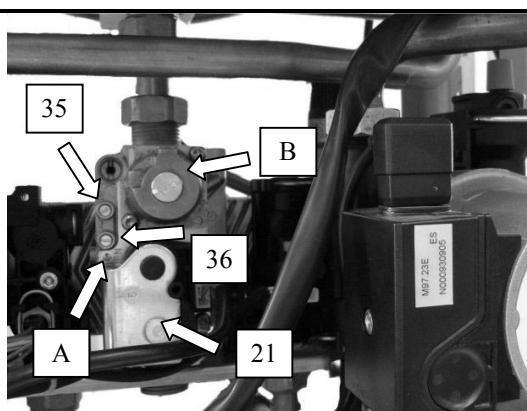

Fig. 6.7
- 2 Open the gas valve inlet pressure test point (36 in Fig. 6.7) at the valve input, connect a suitable pressure gauge, check the gas pressure of the supply network and compare the value on the gauge with the value indicated in the sections 4.4(gas supply pressures).
- 2 Откройте клапан для проверки давления газа (36 на рис. 6.7), подключите соответствующий измерительный прибор, измерьте давление газа в сети и сравните его показания со значением, указанным в разделе 4.4(давление газа в сети).
- 4 Loosen the internal screw 35(Fig. 6.7) on the Outlet Pressure Test Point of the Gas Valve and connect a pressure gauge using a suitable hose.
- 4 Ослабьте внутренние болты 35 (рис.6.7) на выходной контрольной точке газового клапана и подсоедините датчик давления, используя подходящий шланг.
- 11 Compare the value on the gauge with the values on the following table (Tab. 6.1). To adjust the minimum pressure rotate the minimum adjustment A (Fig. 6.7)
- 11 Сравнить показания манометра со значениями в таблице (Таблица 6.1). Для регулировки минимального значения давления повернуть регулятор настройки до минимального значения А (рис.6.7)
- 15 Remove cap screw B from maximum pressure regulator. (fig. 6.7)
16 Compare the value on the gauge with the values on the following table (tab. 6.2). To adjust the maximum pressure rotate the maximum adjustment screw B (fig. 6.7).
- 16 Снять винт с головкой В с регулятора максимального давления (Рис.6.7).
17 Сравнить значение манометра со значениями следующей таблицы (Таблица 6.2). Для регулировки максимального давления повернуть винт максимальной регулировки В (Рис.6.7).